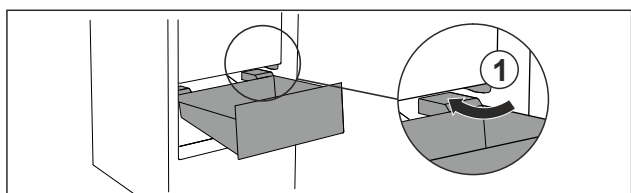

Fig. 78
- ▶ Lirka låda snett kring stopplackarna Fig. 78 (1).